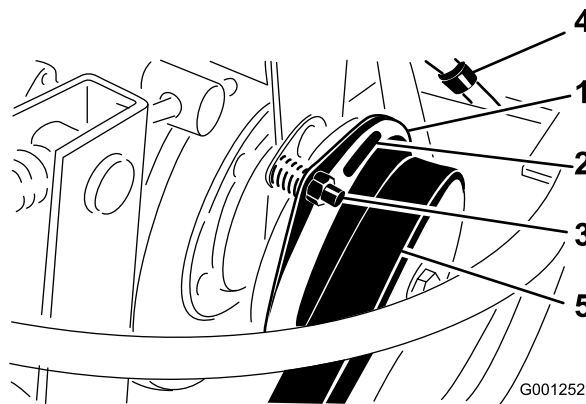

Figura 65
- Ajuste el entrehierro hasta que pueda deslizar una galga de 0,4 mm entre la guarnición del embrague y la placa de fricción con una ligera presión (Figura 65). El entrehierro puede reducirse girando la tuerca de ajuste en el sentido de las agujas del reloj (Figura 65). El entrehierro máximo es de 0,76 mm. Ajuste las tres distancias entre los electrodos.